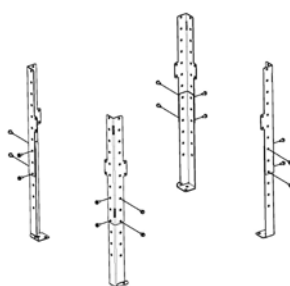

Fig. 39 - Monte las patas
- Coloque las 4 patas y fije con los tornillos (véase **Fig. 39**).